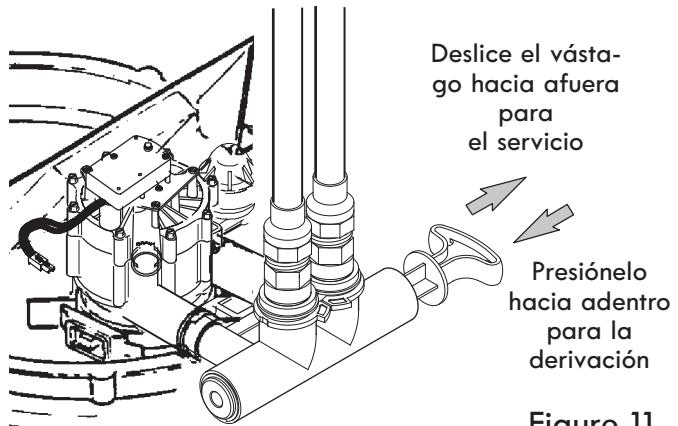

Figure 11
2. Mueva las válvulas de derivación a la posición de "derivación" (Bypass) (vea las Fig. 11 y 12). En una válvula de una derivación, deslice el vástago hacia adentro a la posición de derivación. En una derivación de 3 válvulas, cierre las válvulas de entrada y salida, y abra la válvula de derivación.
Si instaló un sistema de derivación de 3 válvulas (Fig. 12), se mantendrá la continuidad eléctrica. Si instaló la válvula de derivación no metálica (Fig. 11), restaure la conexión a tierra de esta manera: